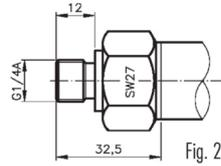
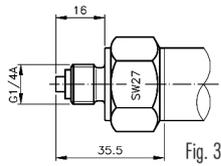
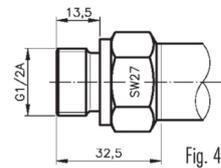
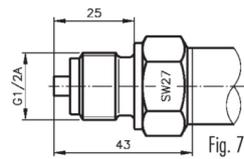

Fig. 2
Fig. 3
Fig. 4
Fig. 7
(4) Raccord pression disponible \leq 600 bar
(5) Contreprise non fournie
(6) Indiquer la longueur de câble souhaitée et le fluide lors de votre commande
(7) Seulement avec raccord process Fig. 2, Fig. 3, Fig. 4, Fig. 7 et Fig. 8